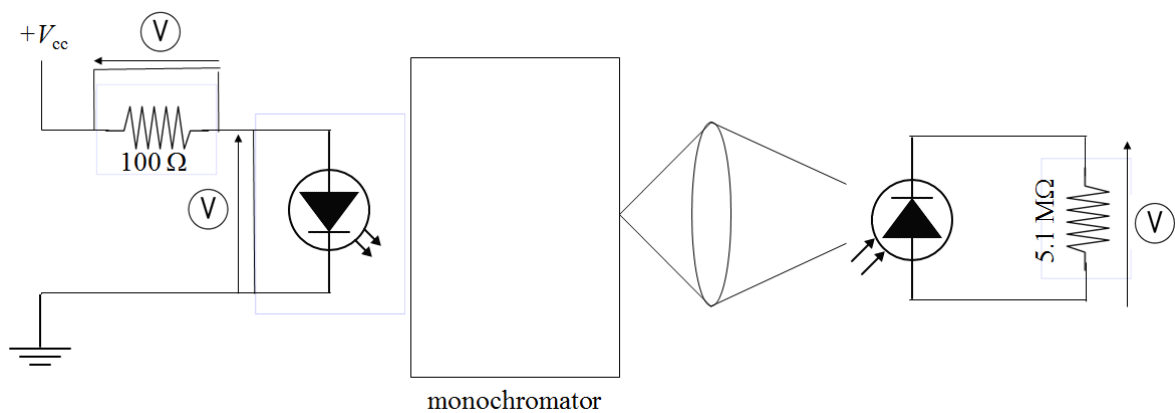

図 2: 各 LED の電流注入発光スペクトル測定系の模式図。
- (1) ハロゲンランプを照射しない条件下で、2種類の Al_xGa_{1-x}As 系発光ダイオード(赤色 LED と赤外 LED)の電流-電圧特性を測定しなさい。測定条件は、電流値が 120 mA を超えない程度までとする。
- (2) Al_xGa_{1-x}As 系 LED の発光強度-電流特性を測定しなさい。発光強度の測定には、Si フォトダイオードを用いよ。発光ダイオードに流す電流は、120 mA 以下の範囲とする。Si フォトダイオードに接続する抵抗ボックスのレンジを 1 kΩ とする。
- (3) Al_xGa_{1-x}As 系発光ダイオードにおいて、図 2 に示される光学系を用いて電流注入発光スペクトルを測定せよ。発光ダイオードに流す電流は、20, 40, 60, 80, 100, および 120 mA とする。検出器には Si フォトダイオードを使用する。Si フォトダイオードに接続する抵抗は、5.1 MΩ の値のものとする。特に発光スペクトル測定の際には、スペクトルのピークおよび立ち上がり値を、詳細に測定する。ただしあらかじめ荒くスキャンを行い、大まかなスペクトル形状を見積もること。